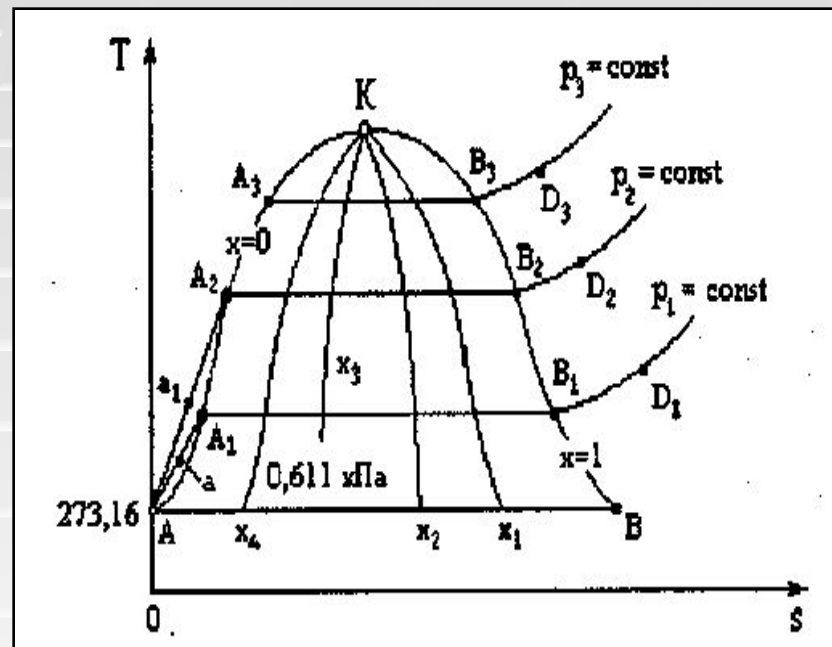

Рис. 5.3
- Процесс нагрева воды от $0,01^\circ\text{C} = 273,16\text{ K}$ до температуры кипения при давлении $p_1 = \text{const}$ характеризуется линией AaA_1 . Линия A_1B_1 является процессом парообразования и линия B_1D_1 – процессом перегрева пара (рис. 5.3.). Если нанести на T_s – диаграмме ряд таких изобарных процессов и соединить точки, в которых начинается и заканчивается процесс кипения, то получим две пограничные кривые AK – кривая начала кипения ($x=0$) и KB – кривая окончания кипения (кривая сухого пара $x=1$), которые сходятся в критической точке K .